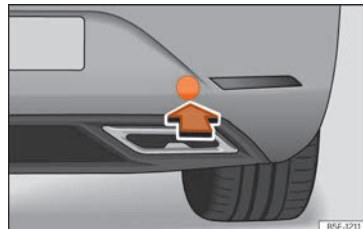

Fig. 48 Du côté droit du pare-chocs arrière : retirer le cache.
Le logement de l'œillet de remorquage à visser se trouve sur la partie droite du pare-chocs arrière, derrière un cache »» fig. 48.
- Appuyez sur la partie inférieure du cache »» fig. 48 afin de le dégager.